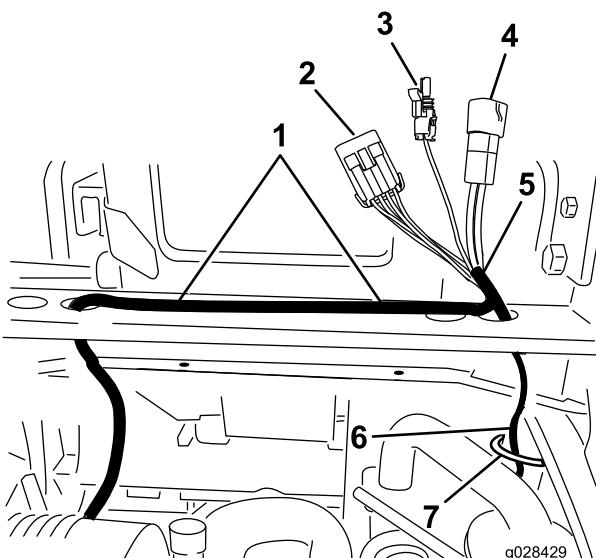

Figure 23
3. Du même côté du faisceau que le grand connecteur, faites descendre le long fil de cabine (muni de 3 connecteurs) le long du montant du système ROPS, puis faites-le passer sous l'élément du cadre de panneau arrière et dans le trou au bas du panneau de commande (Figure 23).